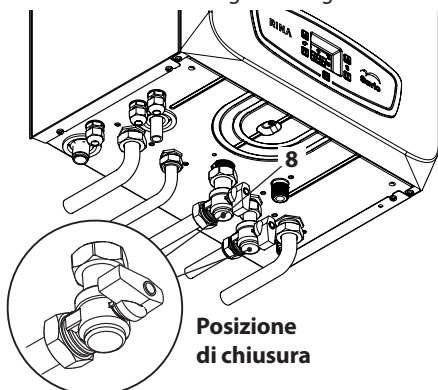

Figura 6.2
- Richiudere il rubinetto gas 8 in Figura 6.2.